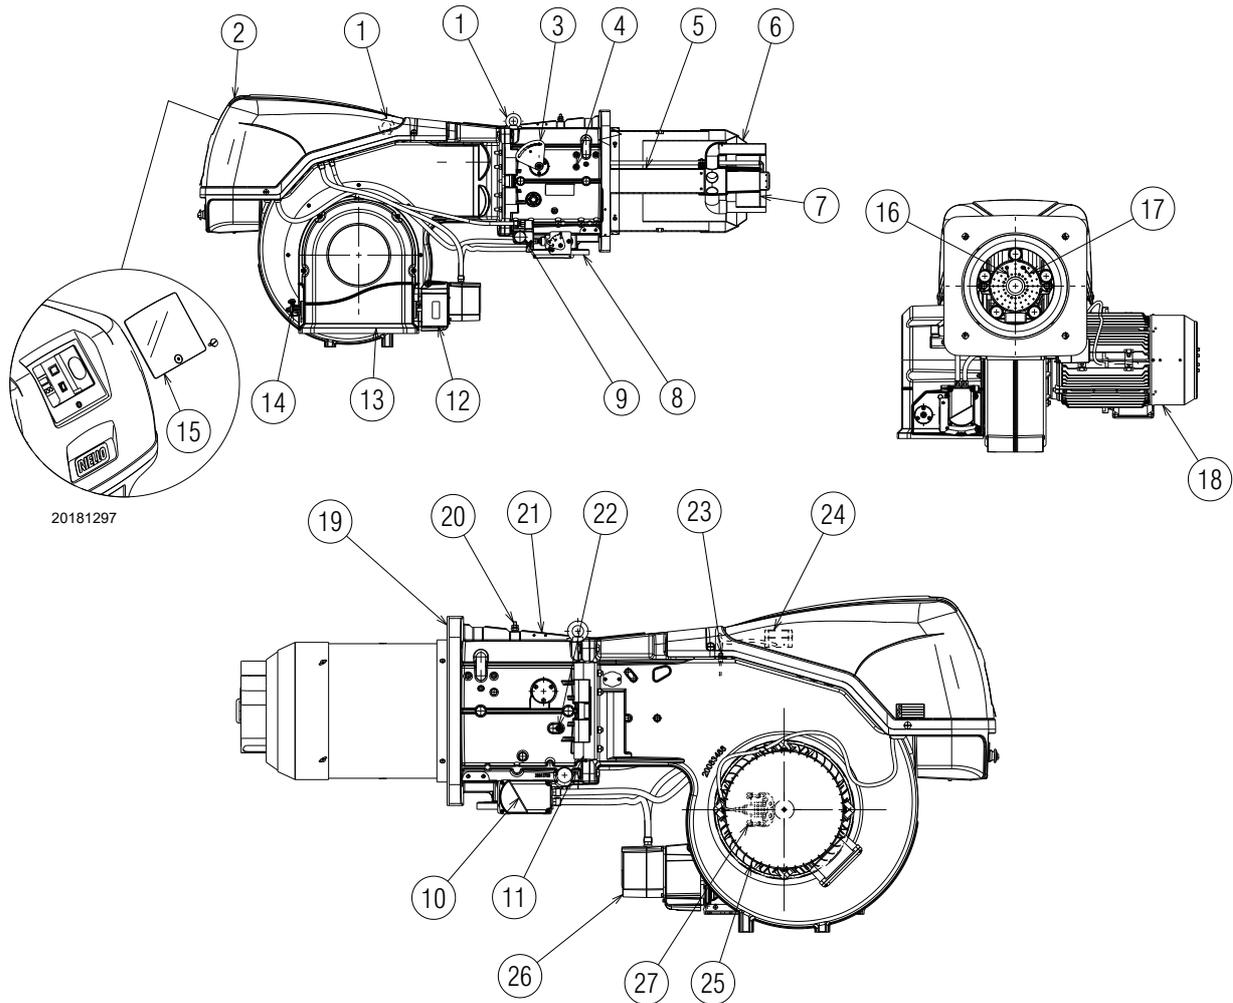

Abb. 4
- (1) Bezugsbedingungen: Raumtemperatur 20 °C - Gastemperatur 15 °C - Barometrischer Druck 1013 mbar - Höhe 0 m ü.d.M.
(2) Druck am Anschluss 20)(Abb. 4 auf Seite 11) bei Druck Null in Brennkammer und bei maximaler Brennerleistung.
(3) Schalldruck, im Verbrennungslabor des Herstellers bei laufendem Brenner am Prüfkessel, bei maximaler Leistung gemessen.